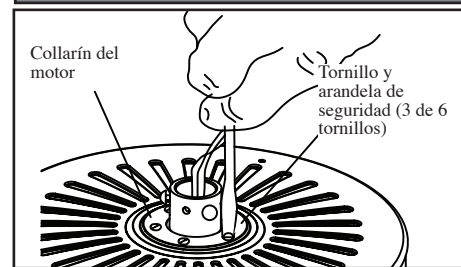

Figura 9
4. Retira tres de los seis tornillos y arandelas de seguridad (alternados) que sujetan el collarín del motor a la parte superior de la carcasa del motor (Figura 9).